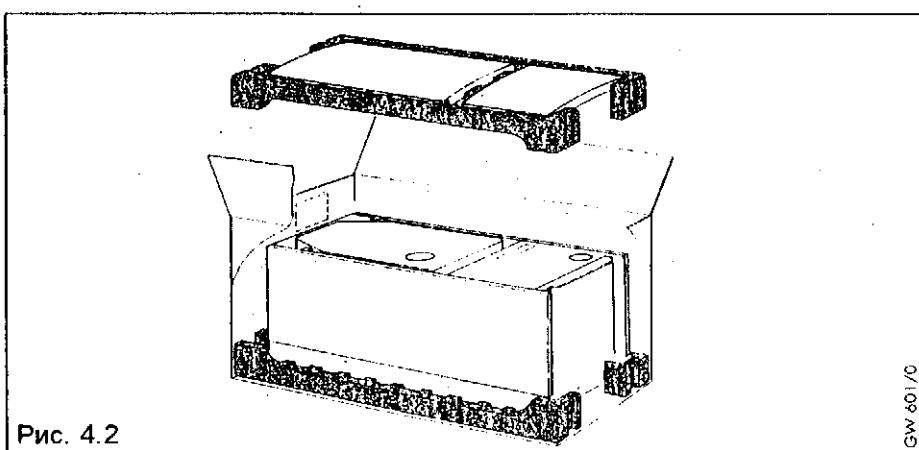

Рис. 4.2
4.2.2 Распаковывание прибора (рис. 4.2)